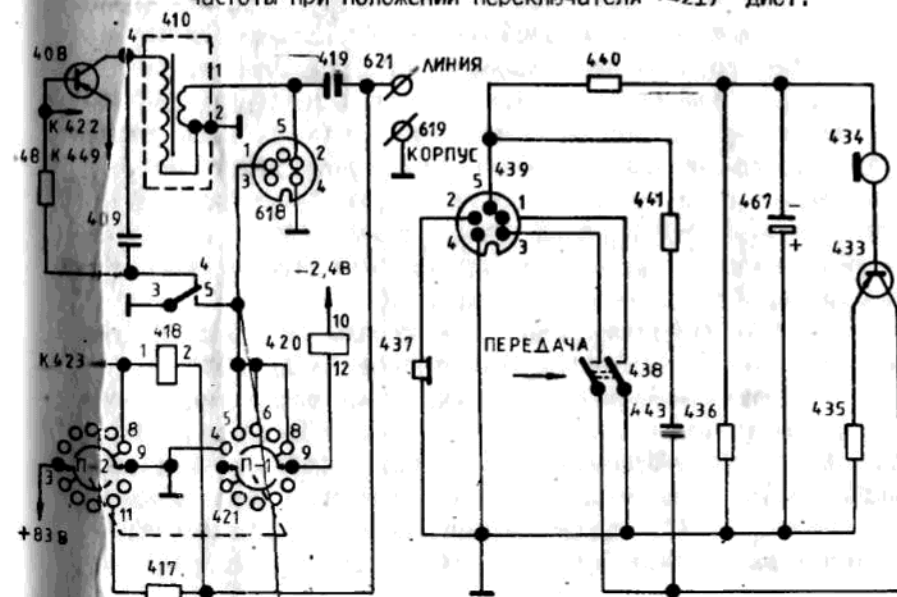

Рис. 7. Упрощенная принципиальная схема блока низкой частоты при положении переключателя (421) "РАДИО"
жим "ЛИНИЯ" радиостанции, далее ток идет через конденсатор (419), обмотку трансформатора (410), корпус и далее через зажим "КОРПУС", второй провод линии - к телефонному аппарату. Со вторичной обмотки трансформатора звуковое напряжение обычным путем поступает на вариак частотного модулятора и модулирует передатчик. При отжатом разговорном клапане цепь питания реле (418) размыкается - радиостанция переходит на прием. Выходное напряжение приемника с обмотки трансформатора (410) через конденсатор (419) поступает на зажим "ЛИНИЯ" и далее - на телефонный аппарат. При выключении дистанционного управления переключатель (421) необходимо поставить в положение "РАДИО". Упрощенная принципиальная схема для данного случая приведена на рис. 7.